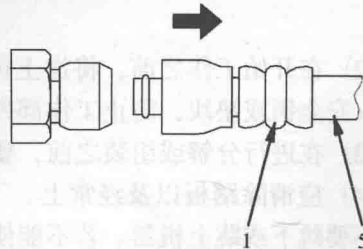

图 1-3 示意图 (3)
(4) 如图 1-3 所示, 握住接头 1 或软管 5 并将其拔出。会有一些液压油流出, 要准备一个接油容器。